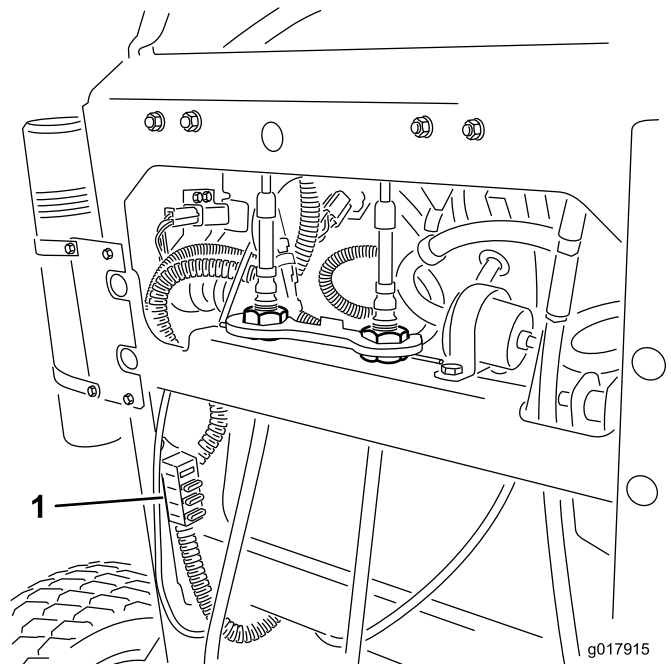

Figura 55
2. Tire hacia fuera del fusible para retirarlo o cambiarlo (Figura 55).
Nota: Asegúrese de que instalar un fusible del tamaño correcto (Figura 55).